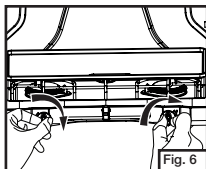

Fig. 6
- Réglez fermement les commandes à l'arrêt. (Fig. 6)